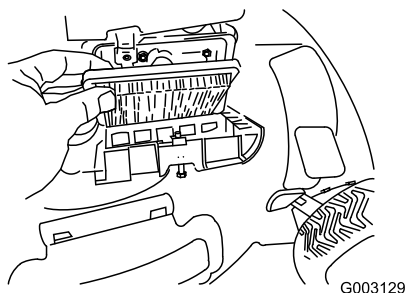

Figura 43
4. Coloque la tapa (Figura 43).